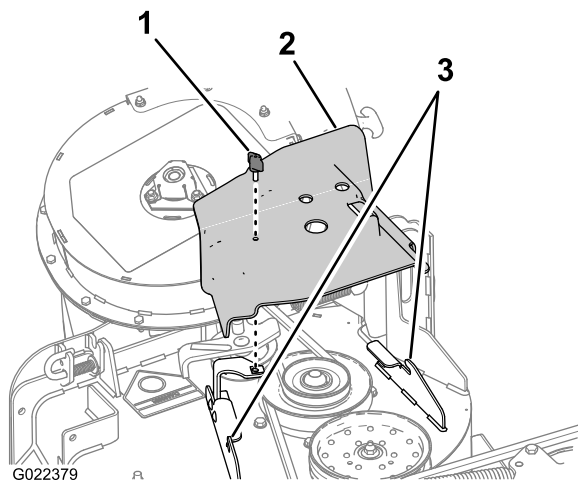

Bild 4
1. Entfernen Sie die Daumenschraube, die die Riemenabdeckung festhält (Bild 4).
2. Bewegen Sie die Abdeckung nach außen, bis die Kante der Abdeckung die Haken in den Mähwerk-Flanschen freigibt (Bild 4).